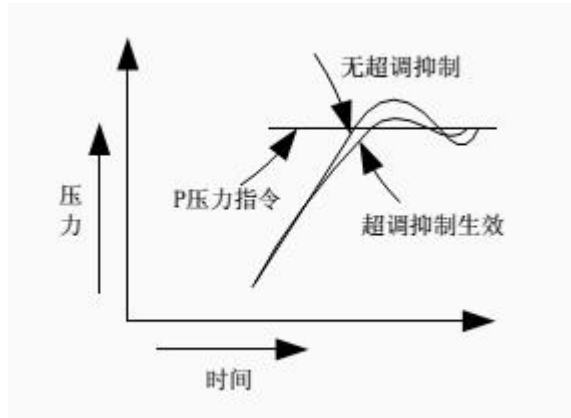

图 7-8 油压超调抑制
3) 油压超调抑制 (参数编号: A3-27/A4-16、A3-28/A4-17, 注意 A4-16、A4-17 仅在 A4-26=2 时生效) 适用于在速度比较高时起压超调抑制: 超调抑制检测等级 (A3-27/A4-16): 该值越大, 压力抑制超调起效越晚, 超调抑制效果变差, 超调会变大; 反之抑制起效快, 抑制效果好, 超调越小; 超调抑制系数 (A3-28/A4-17): 该值越大, 压力超调抑制效果越好, 太大造成压力曲线不平滑, 会打折; 反之抑制效果越差, 超调越大, 如下图 7-8 所示: